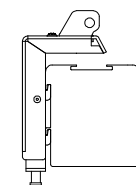

rys. 13
2. Za pomocą śrub M5x10 umocuj zaczepek sufitowy do uchwyty montażowego (rys. 13 - 14). Upewnij się, że śruby M5x10 są mocno dokręcone.